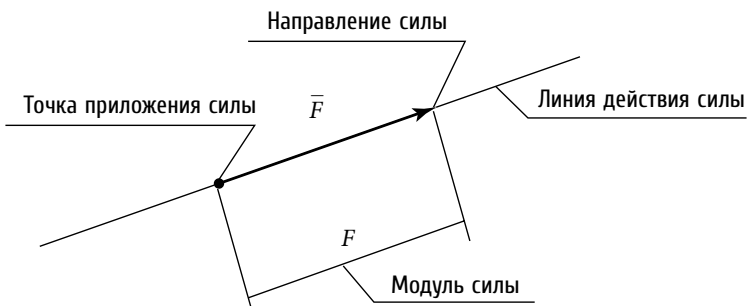

Рис. 4
**Сила** — **векторная величина**. Вектор силы изображается отрезком прямой линии (рис. 4, 5), на конце которого ставится стрелка. Начало вектора обозначается точкой.
- **Что называется линией действия силы?** (Рис. 4, 5).